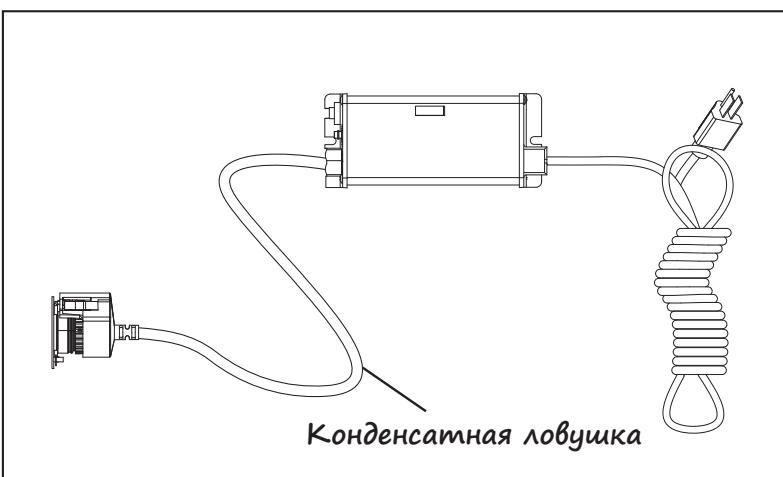

Рисунок 6 Конденсатная ловушка
- Контроллер следует установить над камерой или рядом с ней. Всегда устанавливайте контроллер в горизонтальном положении для предотвращения стекания влаги по шнуром, что может привести к угрозе возгорания. Настоятельно рекомендуется установить конденсатные ловушки на все шнуры, присоединенные к контроллеру. См. Рисунок 6.
4. Установите контроллер VIQUA ICE в горизонтальном положении на стену рядом с камерой. В идеальном случае контроллер располагают над камерой и в стороне от подключения к водопроводу во избежание потенциального попадания воды на контроллер за счет протечки по месту подключения или образования конденсата в системе. Убедитесь, что вы сделали на лампе, датчике и шнуре питания запас для конденсатной ловушки, как показано на Рисунок 6, чтобы избежать попадания воды в контроллер.